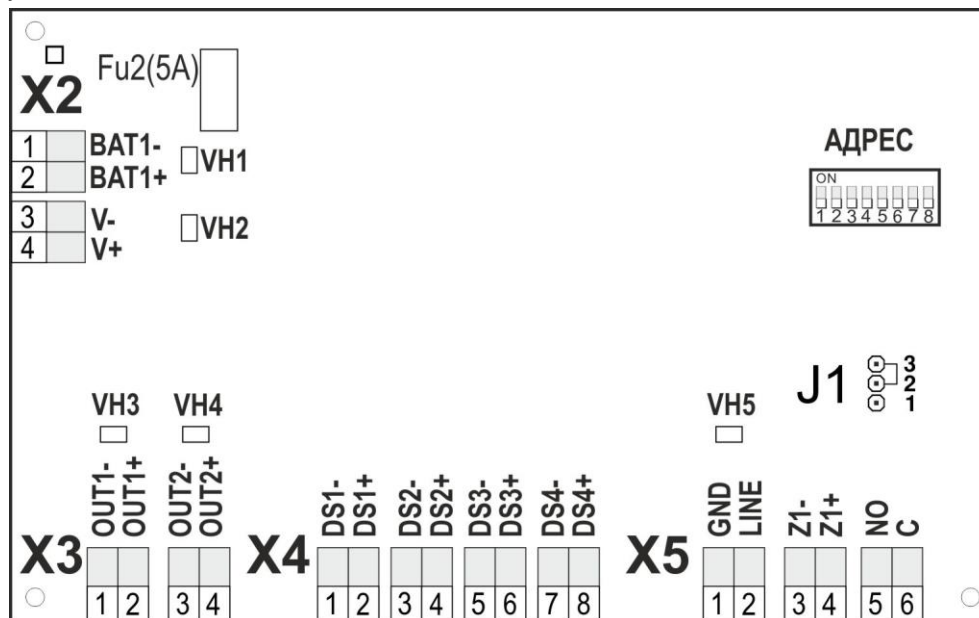

Рисунок 1
4.2. Основным элементом шкафа является плата адресного источника питания «СФ-АКИП» (рис. 1). Плата «СФ-АКИП» обеспечивает контроль и управление основным и резервным вводами электропитания, управляет индикаторами состояния, осуществляет передачу сообщений на центральную станцию по интерфейсу S2.